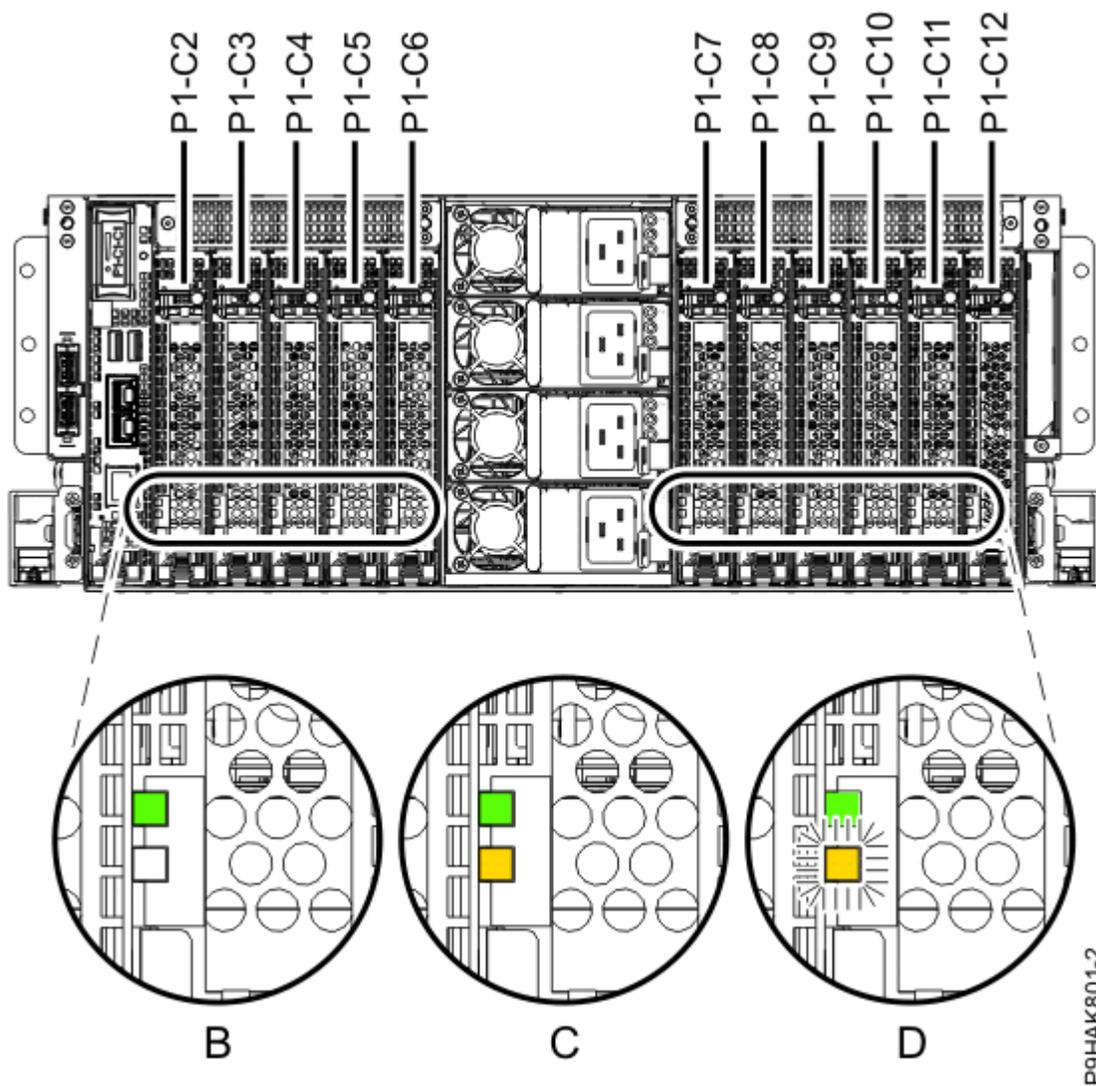

Figura 13. Ubicación de las ranuras del adaptador y de los LED en un sistema 9040-MR9
3. Revise las ubicaciones de las ranuras del adaptador y los indicadores de servicio para el adaptador al que desea dar servicio. Los adaptadores se instalan en la parte posterior del sistema. La Figura 13 en la página 20 muestra las ubicaciones de los adaptadores en un sistema 9040-MR9 y las ubicaciones de los diodos emisores de luz (LED) para el adaptador.